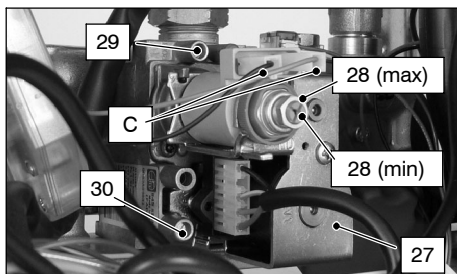

fig. 7.3
Dopo ogni misurazione delle pressioni gas, **richiudere bene** le prese di pressione utilizzate (30 e 29 in fig. 7.3). Dopo ogni operazione di regolazione gas **gli organi di regolazione della valvola devono essere sigillati**.
- 2 A caldaia spenta (fuori servizio), controllare la pressione di alimentazione utilizzando la presa 30 in fig. 7.3 e confrontare il valore letto con quelli riportati nella tabella **Pressioni di alimentazione gas** a pag. 12, 14
- 4 Aprire la presa di pressione 29 in fig. 7.3 e collegare un manometro.
Per tarare la pressione al bruciatore agire sul dado esagonale grande in ottone dell'operatore modulante 28 *max* in fig. 7.3 (ruotando in senso orario la pressione aumenta).
- 9 Sconnettere il filo di alimentazione "C" dell'operatore modulante 28. Fare attenzione che non vada a toccare le parti metalliche della caldaia fig. 7.3
Per tarare la pressione al bruciatore agire sulla vite in plastica (28 *min* in fig. 7.3) tenendo fermo il dado esagonale in ottone grande (28 *max* in fig. 7.3) dell'operatore modulante (ruotando in senso orario la pressione aumenta).
11 Collegare il filo di alimentazione "C" dell'operatore modulante fig. 7.3
15 **Chiudere la presa di pressione** 29 in fig. 7.3
4 Aprire la presa di pressione 29 in fig. 7.3 e collegare un manometro.